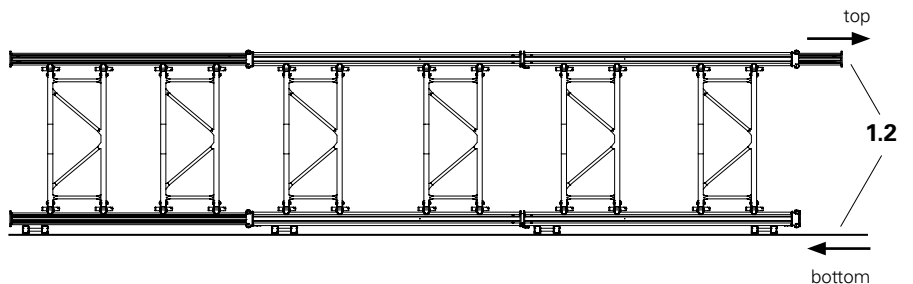

Fig. A3.11
9. Détacher le dispositif de levage. (Fig. A3.11 - A3.11b)